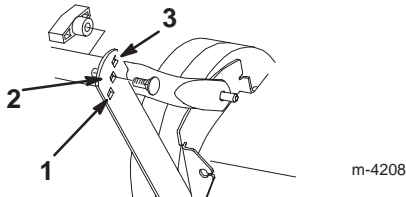

Abbildung 15
Die Griffstange hat drei Höhenpositionen: hoch, mittel und niedrig (Abb. 15). Stellen Sie die Griffstange so ein, wie es für Sie am bequemsten ist.
1. Die Schrauben und Knöpfe vom unteren Griffstangenteil und den Haltebügel entfernen (Abb. 15).
2. Die Griffstange mit zwei Schrauben, die von außen angebracht werden, und mit zwei Knöpfen am Haltebügel befestigen. Dabei die Löcher an den Haltebügel nehmen, die der Größe der Bedienungsperson am besten entsprechen (Abb. 15).